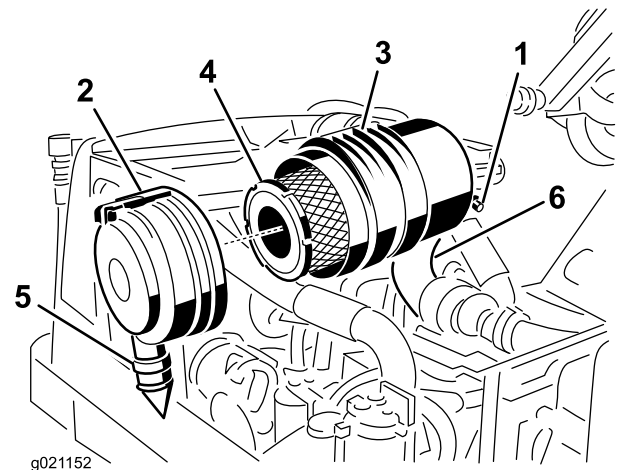

Bild 59
1. Ziehen Sie den Riegel nach außen und drehen Sie die Luftfilterabdeckung nach links (Bild 59).
2. Entfernen Sie den Hauptfilter (Bild 59). Das Reinigen eines verwendeten Elements wird nicht empfohlen, da das Filtermedium beschädigt sein könnte. Prüfen Sie den neuen Filter auf Versandschäden, prüfen Sie das Dichtungsende des Filters und des Körpers. Verwenden Sie nie ein beschädigtes Element. Entfernen Sie **nicht** den Sicherheitsfilter (Bild 60).